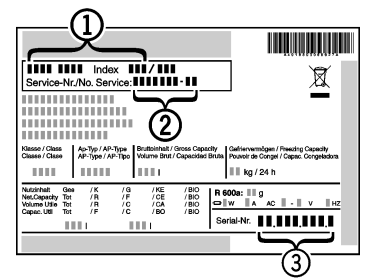

Fig. 6
- ▶ Gerätebezeichnung *Fig. 6 (1)*, Service-Nr. *Fig. 6 (2)* und Serial-Nr. *Fig. 6 (3)* vom Typenschild ablesen. Das Typenschild befindet sich an der linken Geräteinnenseite.
- ▶ Den Kundendienst benachrichtigen und den Fehler, Gerätebezeichnung *Fig. 6 (1)*, Service-Nr. *Fig. 6 (2)* und Serial-Nr. *Fig. 6 (3)* mitteilen.